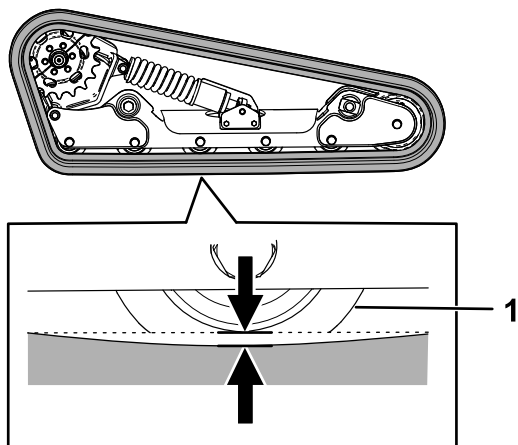

Bild 56
Eine Seite der Maschine anheben/abstützen und mit dem Gewicht der Kette prüfen, ob der Abstand zwischen der Unterseite der Lippe des Straßenrads und der Kette 12,7 mm beträgt, wie in Bild 56 dargestellt. Stellen Sie sonst die Kettenspannung mit den folgenden Schritten ein.
5. Drehen Sie die Spannschraube mit einer 1/2" Antriebsknaur, bis die Auslenkung der Kette 12,7 mm beträgt, wie in Bild 56 dargestellt.
9. Kontrollieren Sie, dass die Auslenkung der Kette 12,7 mm beträgt, wie in Bild 56 dargestellt. Stellen Sie sie bei Bedarf ein.
20. Drehen Sie die Spannschraube mit einer ½" Antriebsknarre gegen den Uhrzeigersinn, bis die Auslenkung der Kette 12,7 mm beträgt, wie in Bild 56 dargestellt.
25. Kontrollieren Sie, dass die Auslenkung der Kette 12,7 mm beträgt, wie in Bild 56 dargestellt.